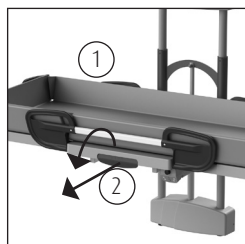
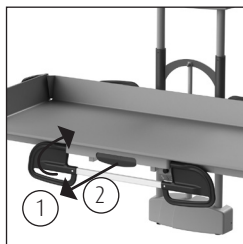
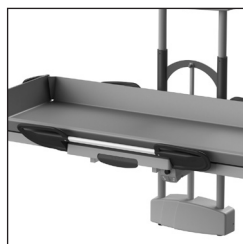

Figura 1 Barandilla lateral.
Figura 2 Barandilla lateral bajada.
Figura 3 Barandilla lateral ancha.
- La barandilla lateral está equipada con protecciones (1) para que el cliente no pueda levantarla por sí mismo (Ver la figura 1).
- Desbloquee el dispositivo de seguridad tirando con una mano (1) de la palanca saliente y girando el riel lateral con la otra mano (2).
- Gire la barandilla lateral hacia arriba de nuevo para cerrarla. La barandilla lateral se bloquea automáticamente (Ver la figura 2).
- La barandilla lateral se puede colocar en dos posiciones: ancha y estrecha. Al plegar la barandilla lateral hacia arriba, esta se bloquea primero en la posición ancha (Ver la figura 3). Tirando de la manija del bloqueo (Ver la figura 2), puede mover la barandilla lateral más hacia atrás hasta su posición estrecha.